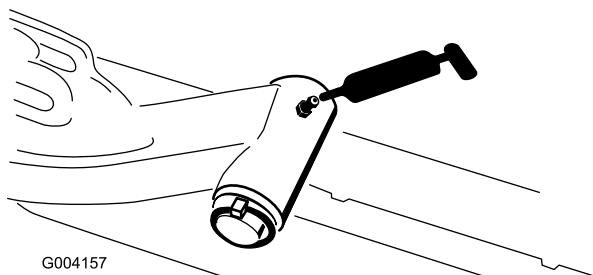

Figura 33
- Veio da articulação do braço de elevação (1 de cada) (Figura 33)